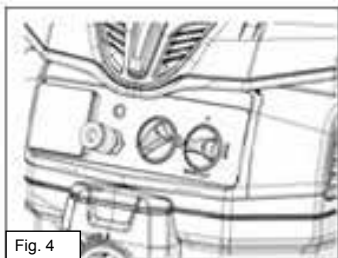

Fig. 4
• Posizione AUT (Fig. 4): l'aspiratore si comporta come in posizione MAN per quanto riguarda tutte le funzioni a contorno, tuttavia l'aspirazione si avvia solo e quando viene avviato l'utensile elettrico o l'utensile pneumatico collegato all'aspiratore.